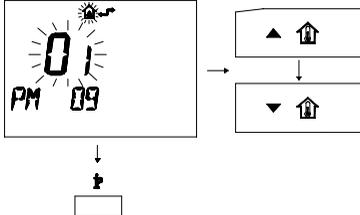

fig. 9.17
- 4 Per modificare il SET programmato agire sui pulsanti  o  e aspettare che il numero programmato cominci a lampeggiare (fig. 9.17)